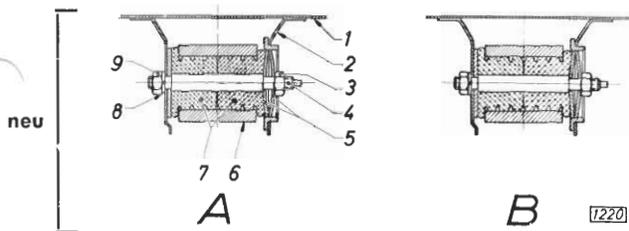

Bild 5 - Linke und rechte vordere Hinterfederaufhängung – Ansicht in Fahrtrichtung
5. An der vorderen Federaufhängung Federbolzen so von der Seite des großen Stützenauges in Stütze einsetzen, daß die Halteflächen am Bolzen zum Ansetzen eines Schlüssels auf der Seite des großen Stützenauges liegen. Auf der Seite der Stütze mit der Bohrung Federbolzen mit Mutter – Federring – zunächst nur handfest beiziehen (Bild 5). Anschließend beide Federscheiben (5/5) mit Hohlseiten zueinander in Stützenauge einsetzen und ebenfalls nur handfest beiziehen.